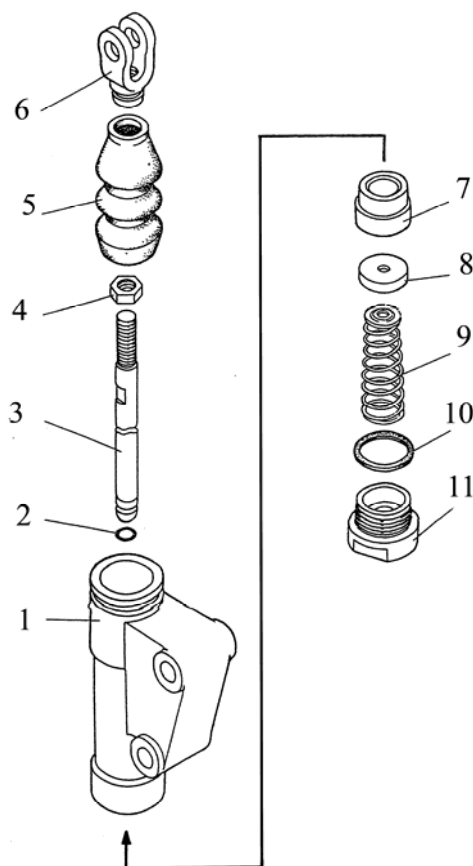

Рис.4.17. Главный цилиндр управления сцеплением на реверсе.
4) разберите главный цилиндр управления сцеплением на реверсе, (рисунок 4.17) для чего:
4.1) снимите чехол (5), (рисунок 4.17), с корпуса (1), выньте толкатель (3) из цилиндра, снимите кольцо (2) с толкателя (3);
4.2) отверните пробку (11), (рисунок 4.17), выньте пружину (9), манжету (8) и поршень (7);
4.4) после сборки поршень (7), (рисунок 4.17), должен двигаться плавно, без заеданий и возвращаться в исходное положение после перемещения его на величину 35 мм;